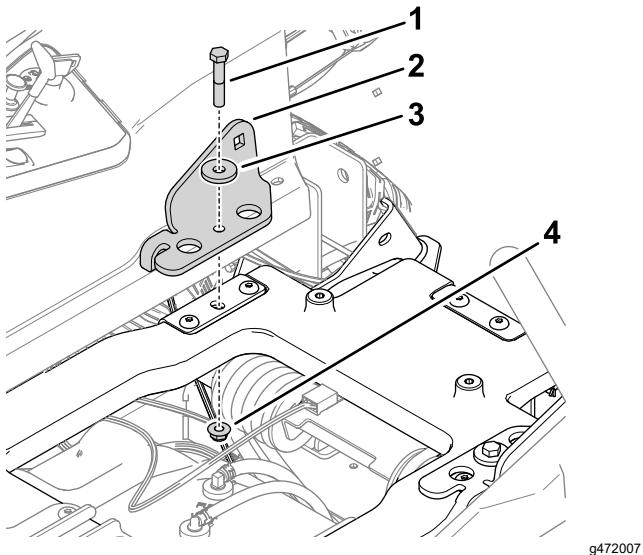

Рисунок 7
1. Установите кронштейны ремня безопасности на платформе сиденья с помощью 2 болтов с неполной резьбой (3/8 x 2 дюйма), 2 шайб и 2 контргаек (3/8 дюйма), как показано на Рисунок 7. Повторите эти действия на другой стороне.